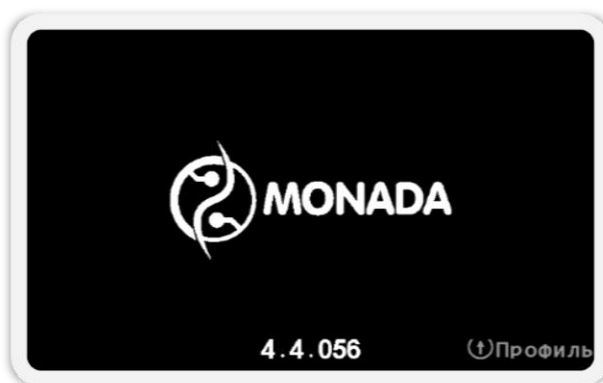
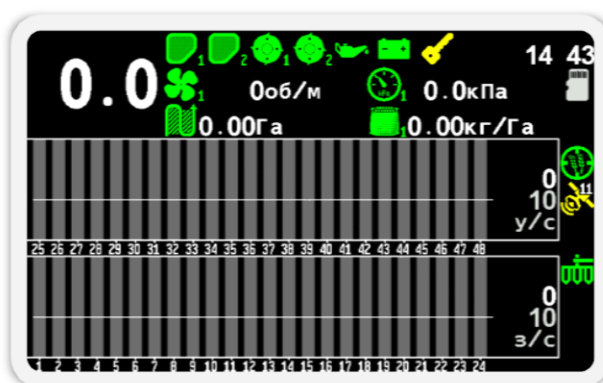

Рисунок 58 Экран загрузки
Рисунок 59 Главный экран
2. Включите панель оператора. Убедитесь, что индикатор питания светится зеленым цветом (см. Рисунок 1, п.6), а на дисплее панели оператора появился экран загрузки с логотипом²⁴ (см. Рисунок 58). Через некоторое время на дисплее появится «Главный экран»²⁵ (см. Рисунок 59).